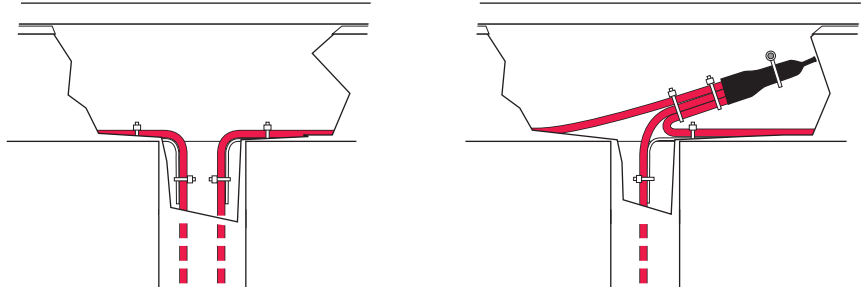
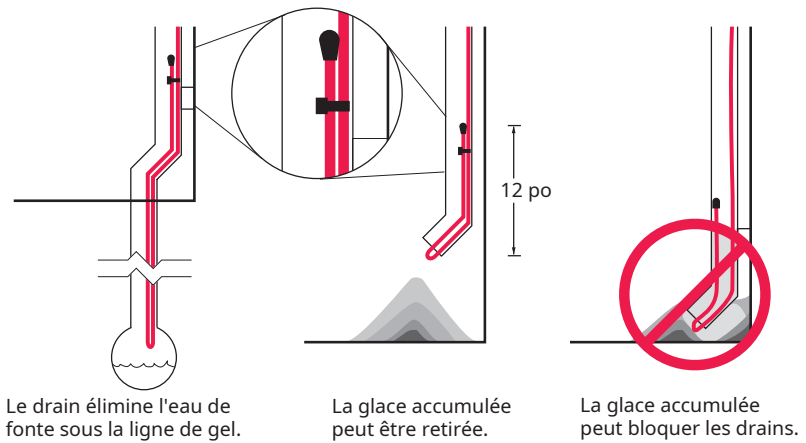

Figure 10 Câble chauffant dans le haut de la descente d'eau
Figure 11 Câble chauffant au bas de la descente
- Les descentes d'eau et les dalots extérieurs doivent être traités avec soin. Une voie doit être prévue pour la noue/le périmètre du câble chauffant au point de décharge (voir Figure 11 à la page 14).
La glace peut se former dans les descentes d'eau et empêcher l'écoulement de l'eau de fonte du toit. Pour assurer un écoulement continu de l'eau de fonte, acheminez le câble chauffant dans la descente à l'extrémité comme indiqué à la Figure 10 et la Figure 11 ci-dessous. Suivez les recommandations de fixation appropriées à l'Étape 2. Il peut être nécessaire d'ajouter des câbles chauffants pour la surface du toit, les gouttières et les noues.